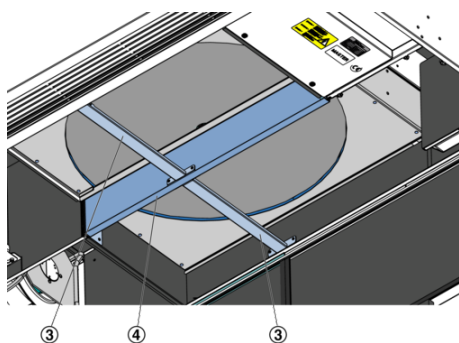

Abb. 93: Kammerblech und Streben
9. ▶ Kammerblech (Abb. 93/4) und Streben (Abb. 93/3) mit Schrauben montieren.